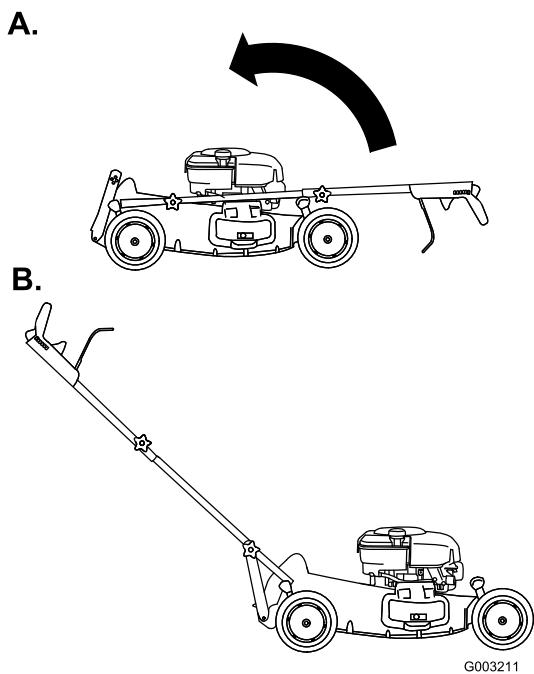

Figure 5
- Rabatbez le guidon en arrière (Figure 5).